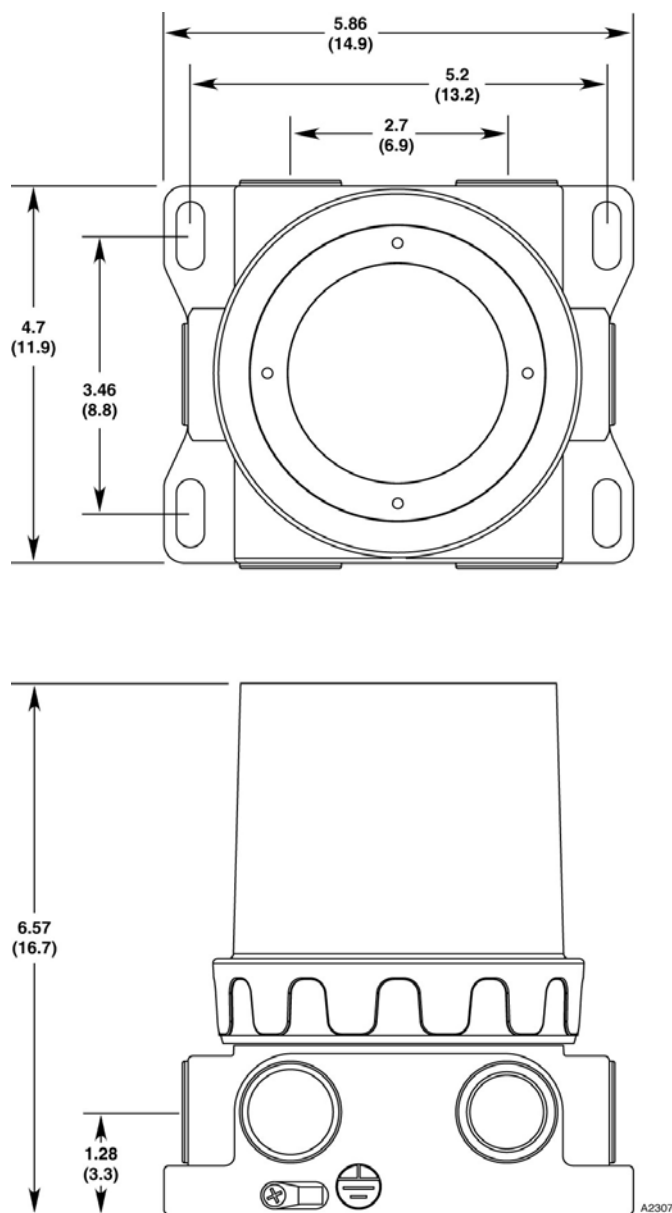

Рис. 1. Габаритные размеры контроллера в дюймах (сантиметрах).
См. рис. 1.
| Рисунок 1 — | Установочные размеры контроллера в дюймах (см). |
1. Установить датчик в таком месте, где он наилучшим образом контролирует защищаемую зону. Там, где это возможно, контроллер U9500 должен размещаться в легкодоступном для проведения калибровки месте. Для правильного функционирования датчики должны быть направлены вниз, за исключением газоанализатора Пойнтвоч, который может быть направлен или вниз или в сторону. Установочные размеры приведены на рис. 1.